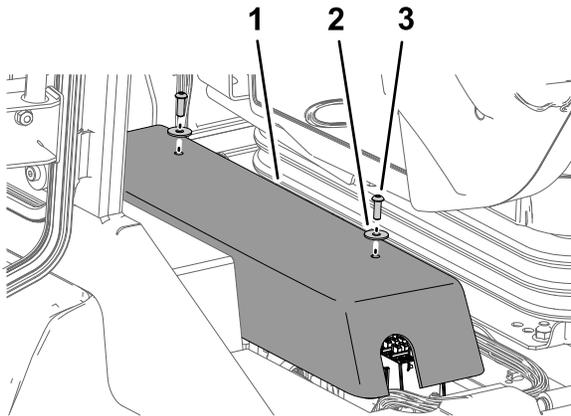

Bild 2
- Entfernen Sie die beiden Schrauben und Unterlegscheiben, mit denen die Steuergerätabdeckung für die Stromkonsole an der Relaishalterung befestigt ist, und nehmen Sie die Abdeckung ab (Bild 2).
3. Fluchten Sie die Löcher in der Steuergerätabdeckung mit den Löchern in der Relaishalterung aus (**Bild 2**).
4. Befestigen Sie die Steuergerätabdeckung mit den beiden zuvor entfernten Schrauben und Unterlegscheiben an der Relaishalterung (**Bild 2**).